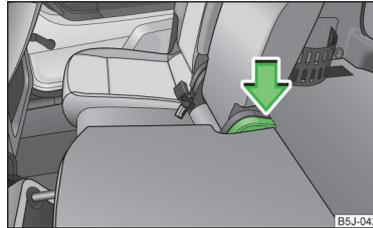

Fig. 61
- Presionar la palanca » fig. 61 y replegar el respaldo. Asegurarse al tirar de que el respaldo haya encastrado.